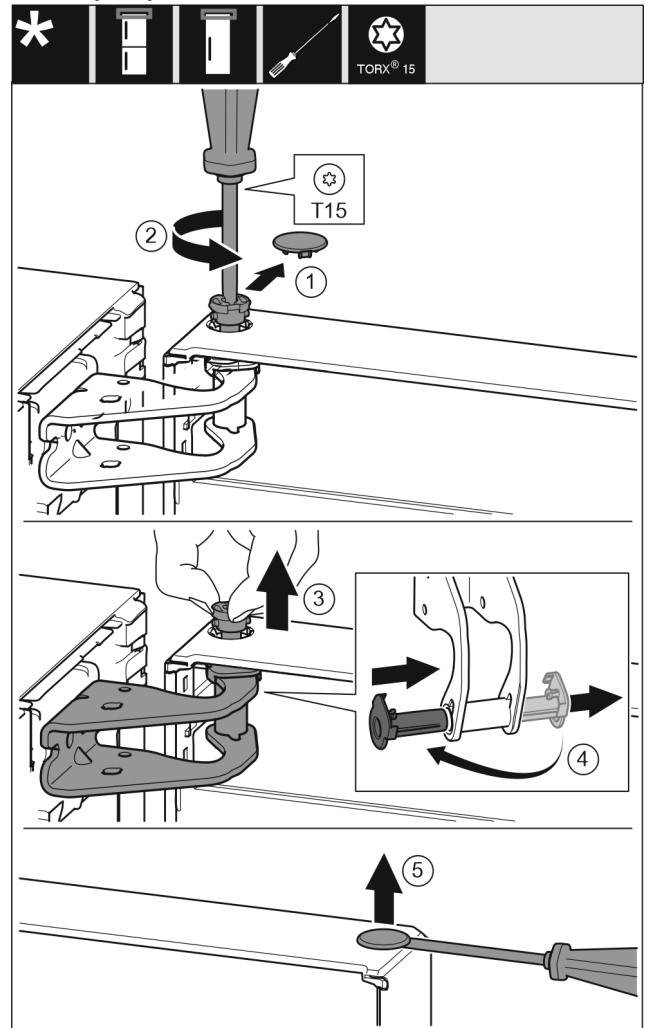

Fig. 9
► Обережно зніміть запобіжну кришку. Fig. 9 (1)
► Трохи викрутіть гвинт за допомогою викрутки T15. Fig. 9 (2)
► Притримуйте дверцята і витягніть палець руками. Fig. 9 (3)
► Витягніть із напрямної опорну втулку. Встановіть і зафіксуйте з іншого боку. Fig. 9 (4)
► За допомогою шліцевої викрутки обережно підійміть пробку із опорного втулка дверцят та витягніть її. Fig. 9 (5)